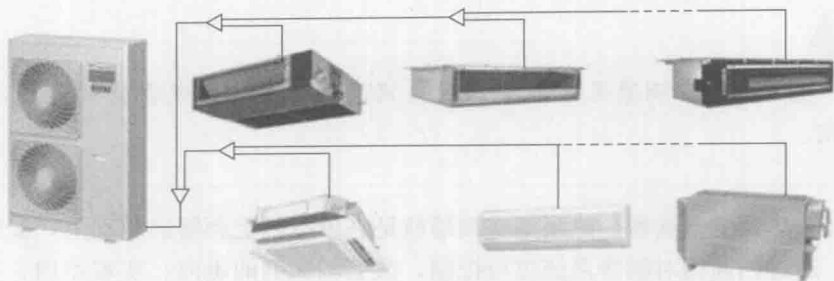

图 1-8 一拖多组合式空调器
(5) 一拖多组合式空调器。一拖多组合式空调器就是 1 台室外机带多台室内机。室内机可以有吊顶式、壁挂式、嵌入式等多种组合，如图 1-8 所示。